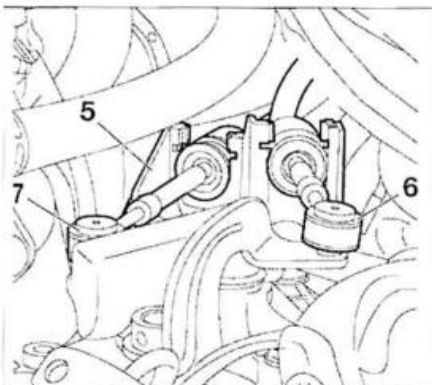

FIG. 2
- Separar los mandos de velocidades (6) y (7) con el extractor de rótulas ref. 9040-TG2 (fig. 2).
- Desmontar el soporte de los mandos de velocidades (5).